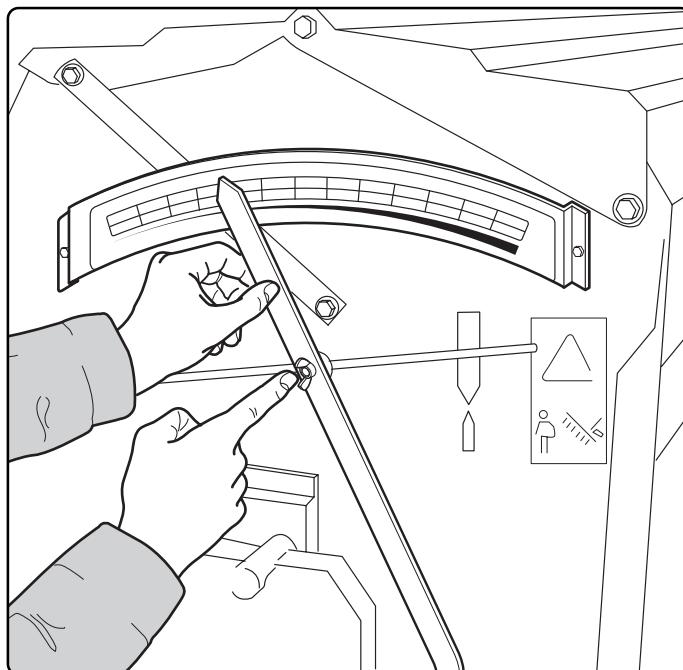

Fig. 15
zie alla doppia trasmissione di serie. Dal cambio si può variare la velocità ai gruppi distributori del seme agendo sulla leva di regolazione tarata su una scala da 1 a 60 in maniera continua (Fig. 15).
*The speed change gear is used to vary the speed of the seed distributor units with the adjustment lever that can be continuously set on a scale from 1- 60 (Fig. 15).*
trieben. Vom Getriebe aus kann die Geschwindigkeit zu den Säapparataggregaten hin verändert werden, indem man den Einstellhebel betätigkt, der auf eine Skala von 1 bis 60 stufenlos eingestellt ist (Abb. 15).
*deux motrices grâce à la double transmission de série. A partir de laquelle on peut changer la vitesse aux groupes distributeurs de graines par le levier de réglage calibré sur une échelle de 1 à 60 en continu (Fig. 15).*
*Desde el embrague se puede variar la velocidad de los grupos de distribución de la semilla, obrando de manera continua sobre la palanca de regulación calibrada en una escala entre 1 y 60 (Fig. 15). Afloje el tornillo de mariposa, lleve la palanca hasta el fondo de la escala «0» (cero) y luego colóquela junto al valor localizado. Bloquéela apretando el tornillo de mariposa.*